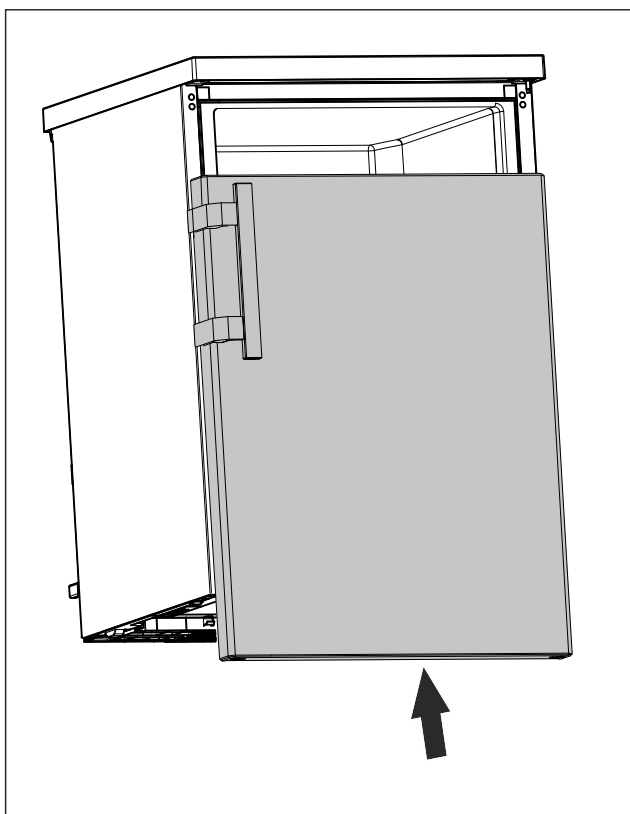

Fig. 21
- Zamknięte drzwi nasunąć na górny sworzeń. (patrz Fig. 21)